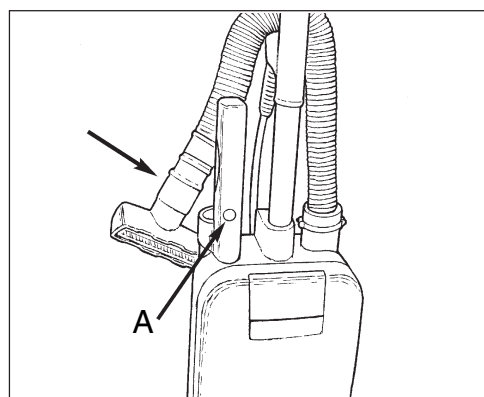

Figure 16
**REMARQUE :** Pressez le bouton sur la poignée du bras flexible pour libérer le tuyau du bras flexible (voir figure 16, élément A).